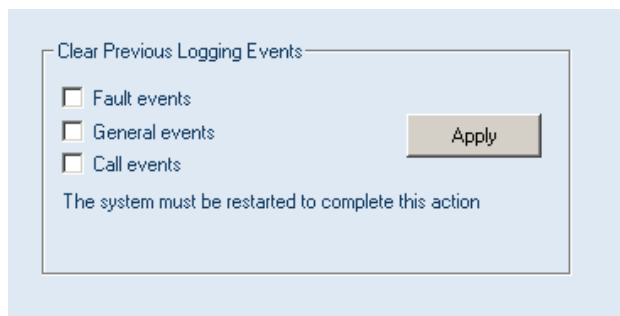

Abb. 36.10: Protokoll löschen
- 1 Klicken Sie in der Navigationsleiste auf die Schaltfläche *Clear logging*. Es erscheint ein Bildschirm, der dem in Abb. 36.10 ähnelt.